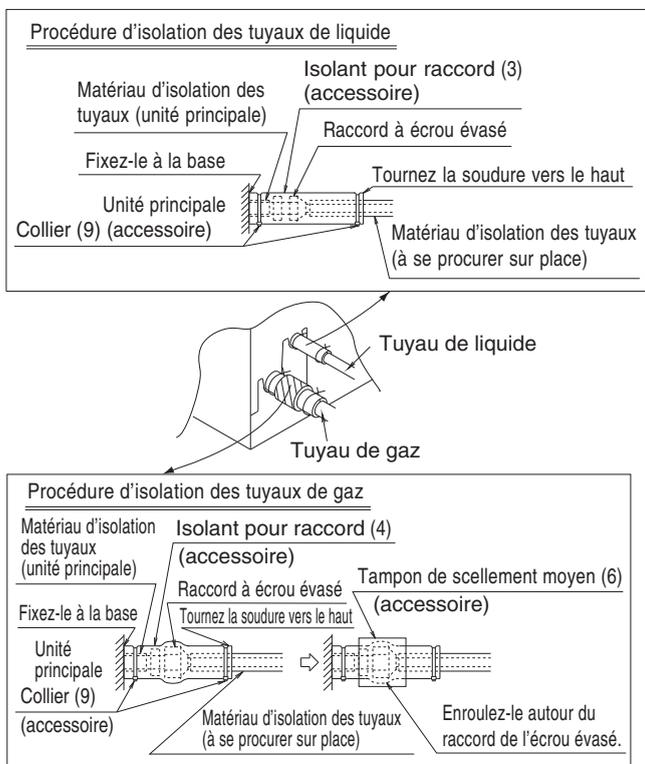

Fig. 8
**(2) Le travail terminé, vérifiez que le gaz ne fuit pas.**
**(3) Après avoir vérifié que le gaz ne fuit pas, assurez-vous d'isoler les raccords des tuyaux en vous reportant à la Fig. 8.**
- Isolez-les avec l'isolant pour raccord (3) (4) fourni avec les tuyaux de liquide et de gaz. En outre, assurez-vous que la soudure de l'isolant pour raccord (3) (4) des tuyaux de liquide et de gaz est tournée vers le haut. (Serrez les deux bords avec un collier (9).)
- Pour les tuyaux de gaz, enrroulez le tampon de scellement moyen (6) autour de l'isolant pour raccord (4) (partie écrou évasé).